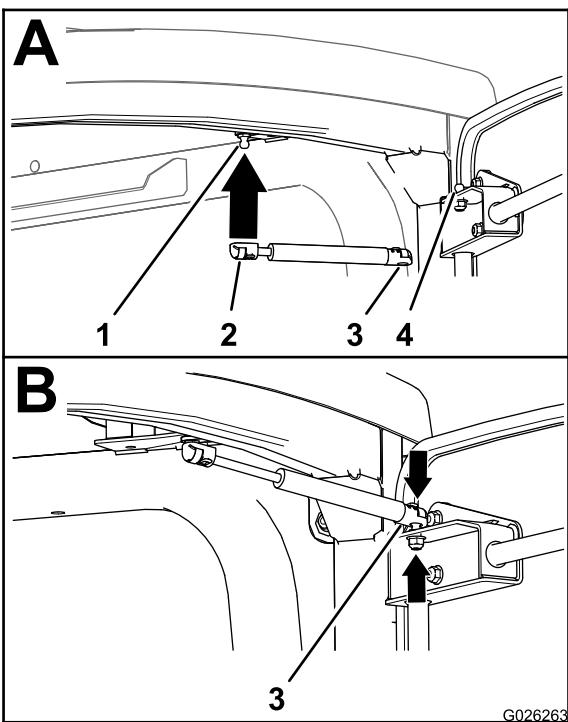

Figura 3
4. Instale o encaixe na extremidade da barra da estrutura da porta no perno de cabeça esférica na estrutura da cabina (Figura 3).
- Instale o encaixe na extremidade do cilindro da estrutura no perno de cabeça esférica na estrutura da porta (Figura 3).